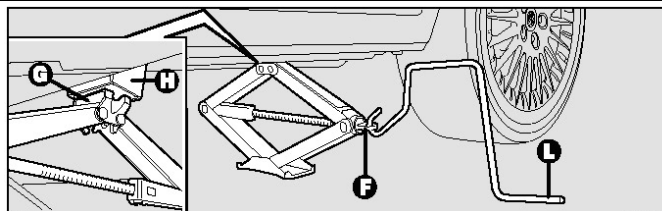

рис.9
□ Вращая маховик домкрата **F- рис.9**, приоткройте домкрат таким образом, чтобы желоб **G** верхней части домкрата сел на нижний профиль кузова, напротив метки **H**;
□ Установите на домкрат ручку **L- рис.9** и, вращая ее, поднимите автомобиль, чтобы колесо оказалось в нескольких сантиметрах от земли.